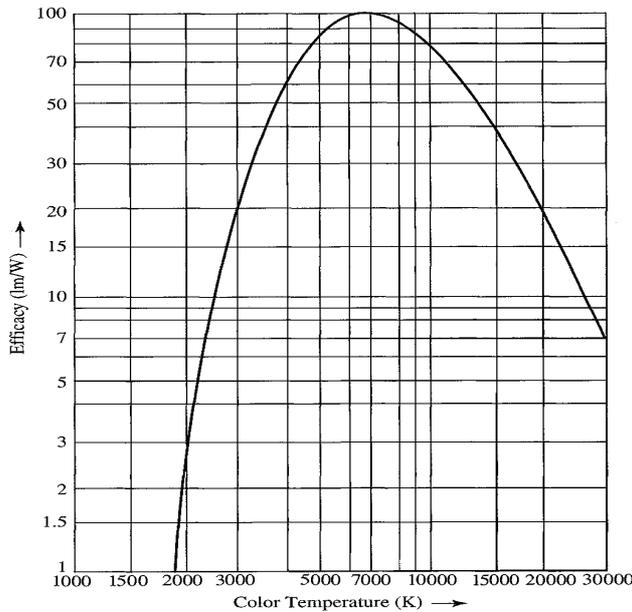

Figura 5.- Eficiencia en función de  $T_F$
**C1:** Figura 5 muestra la eficiencia de un cuerpo negro radiante en función de su temperatura de color. Vamos a suponer que la bombilla halógena empleada en la práctica tiene una temperatura de color  $T_F = 3200K$ . Su eficiencia aproximada en  $lm/W$  puede obtenerse gráficamente a partir de la figura 5 para su temperatura de color ( $T_F$ ).